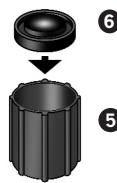

Abb. 10
- Rückschlagklappe in Gewindemuffe einsetzen (in längeres Gewinde, Klappe nach außen öffnend) (Abb. 10).